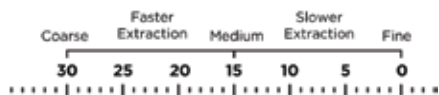

Abb. 3:
2. Die Bohnenbox hat Markierungen, die die Kaffeedichte anzeigen (siehe Abb. 3). Um die Mahlgrad-Einstellung anzupassen, stellen Sie sicher, dass die gewünschte Einstellung auf der Bohnenbox mit der Markierung auf dem Deckel oben (wie in Abb. 4 gezeigt) ausgerichtet ist.